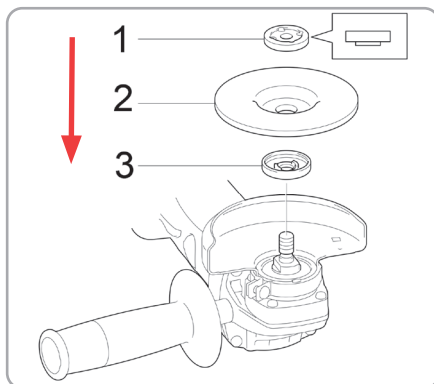

Fig.6
- Montați flanșa interioară Fig. 6 (3) pe ax.
- Fixați discul Fig. 6 (2).
- Înșurubați piulița Fig. 6 (1).